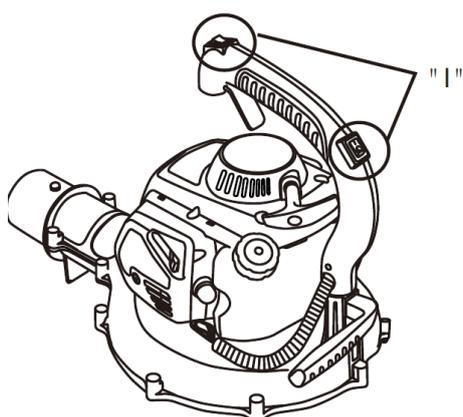

Fig.4
- 1) Placez les deux interrupteurs situés sur la poignée en position « I ». (Fig. 4)